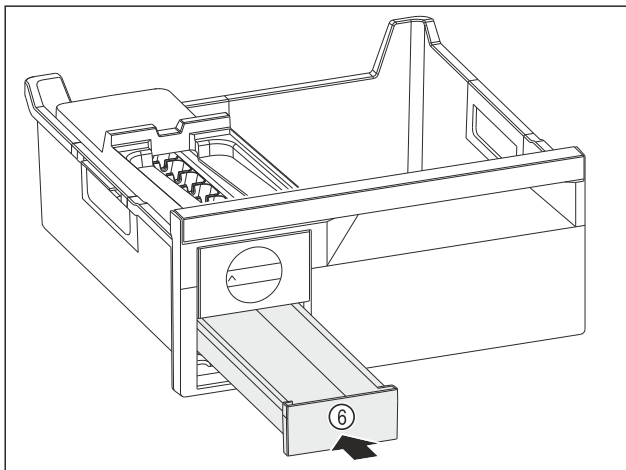

Fig. 87
- ▶ Zasuňte zásuvku na kocky ľadu Fig. 87 (6).